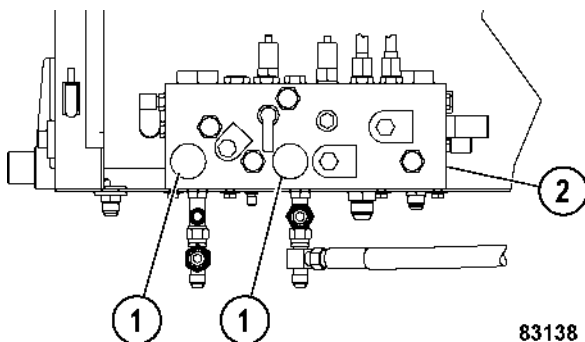

FIGURA 10-8. MANIFOLD DE FRENO
17. Asegurar tanto freno purga del acumulador hacia abajo de las válvulas (1, figura 10-8) están abiertas.
31. Si los resultados del paso 30-b son satisfactorios, abra ambas válvulas de purga del acumulador de frenos (1, figura 10-8) en el manifold de freno para despresurizar completamente los acumuladores de freno. Después de todo se haya liberado la presión hidráulica, cierre ambas válvulas de purga del acumulador. Repita los pasos del 29-31 cinco veces.